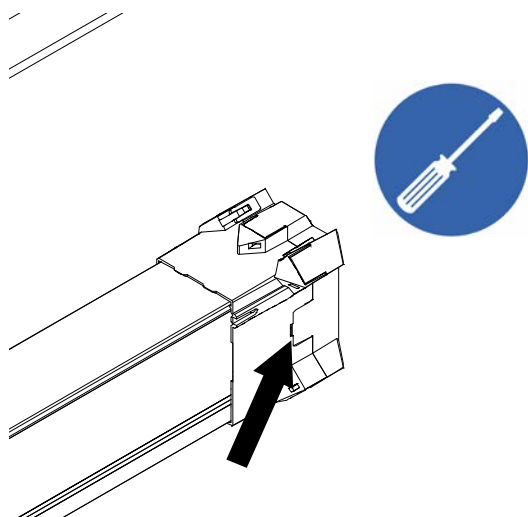

Abb. 118: Große Klips lösen
- Breite Klips an der Seite (2x) mit Schlitzschraubendreher lösen (siehe Abb. 118).